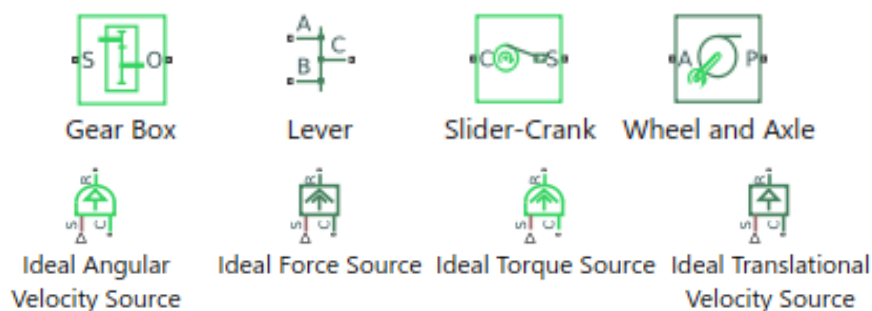

Figura 6: Bloques disponibles en Simscape para realizar simulación de sistemas mecánicos: fuentes y mecanismos.
► **Mecanismos (*Mechanisms*)**. Los mecanismos son elementos que permiten intercambiar elementos entre sistemas mecánicos. Se encuentran sus representaciones en la Figura 6. Disponemos de:
- Fuentes de sistemas mecánicos. En el caso de sistemas mecánicos podremos añadir fuentes de velocidad y de fuerza para sistemas rotacionales o traslacionales (un total de 4 elementos). Estos bloques constan de tres puertos. El puerto de la magnitud que imprime el elemento S y los dos puertos de conexión c y R que permiten indicar desde dónde y hacia dónde se aplica la fuerza o velocidad. Una muestra de las fuentes se puede ver en la figura 6.